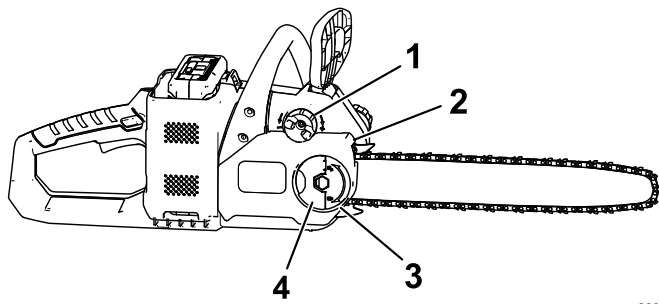

Bild 29
2. Klappen Sie die Nase der Flügelmutter auf und lösen sie; nehmen Sie die Flügelmutter an der Abdeckung nicht ab (Bild 29).
5. Ziehen Sie die Flügelmutter an, bis sie fest ist und klappen Sie die Nase der Flügelmutter um (Bild 29).
2. Klappen Sie die Nase der Flügelmutter auf und nehmen Sie die Flügelmutter ab, mit der die Abdeckung befestigt ist (Bild 29).
- Drehen Sie die Schraube für die Kettenspannung nach links, um die Kette zu lockern (Bild 29).